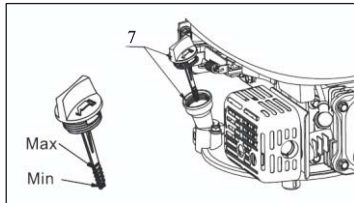

Abb. 7
2. Entfernen Sie den Öleinfülldeckel/Ölmesstab (7) und wischen Sie ihn ab.
3. Stecken Sie den Öleinfülldeckel/Ölmesstab (7) wie dargestellt in den Öleinfüllstutzen, schrauben Sie ihn jedoch nicht fest, sondern ziehen Sie ihn wieder heraus, um den Ölstand abzulesen.
4. Falls sich der Ölstand in der Nähe von oder unterhalb der unteren Grenzwertmarkierung befindet, entfernen Sie den Öleinfülldeckel/Ölmesstab (7) und füllen Sie des empfohlene Öl bis zur oberen Grenzwertmarkierung (untere Kante der Öleinfüllöffnung) nach. Nicht überfüllen.
5. Installieren Sie dann wieder den Öleinfülldeckel/Ölmesstab (7). (Abb. 7)